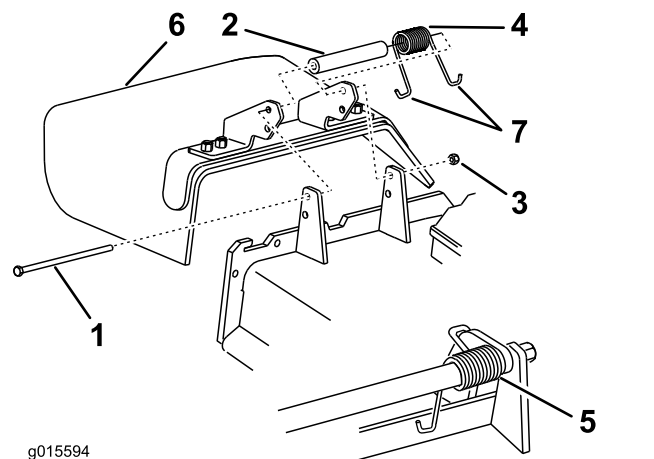

Bild 88
- Entfernen Sie die Sicherungsmutter, Schraube, Feder und das Distanzstück, mit denen das Ablenkblech an den Drehhalterungen befestigt ist (Bild 88).
Hinweis: Achten Sie darauf, dass ein J-Hakenende der Feder hinter der Mähwerkseite befestigt ist, bevor Sie die Schraube einsetzen, wie in Bild 88 abgebildet.
- Führen Sie das J-förmige Hakenende der Feder um das Ablenkblech (Bild 88).